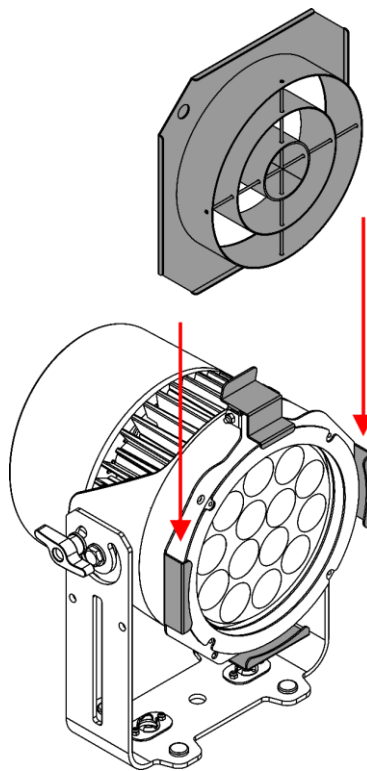

Fig. 13
- 03) Introduzca el Top Hat en el soporte de accesorios (Fig. 13).